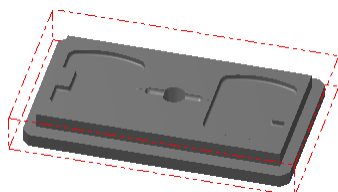

图 20.3 显示工件
Step4. 单击“机器群组属性”对话框中的 **✓** 按钮，完成工件的设置。此时的工件如图 20.3 所示，从图中可以观察到零件的边缘多了红色的双点画线，双点画线围成的图形即为工件。